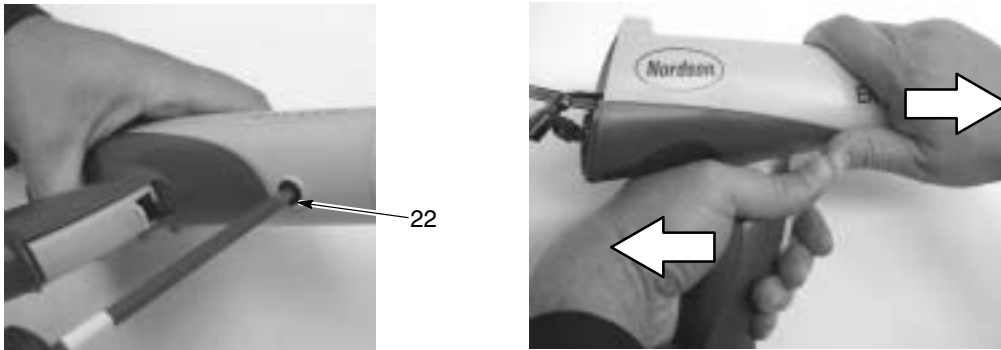

Figura 6-2 Remoção do corpo da pistola do punho
4. Consulte a figura 6-2. Retire o parafuso preto de nylon (22) do corpo da pistola.